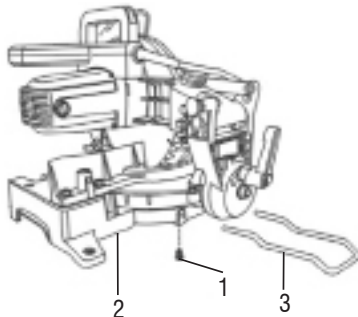

Fig. 8 - Instalando la extensión de estabilidad
- 1 - Suelte el perno (1) debajo de la base (2);
- 2 - Posicione la extensión de estabilidad (3) en los agujeros de la base;
- 3 - Fije la extensión de estabilidad (3) con el perno (1), Fig. 8.